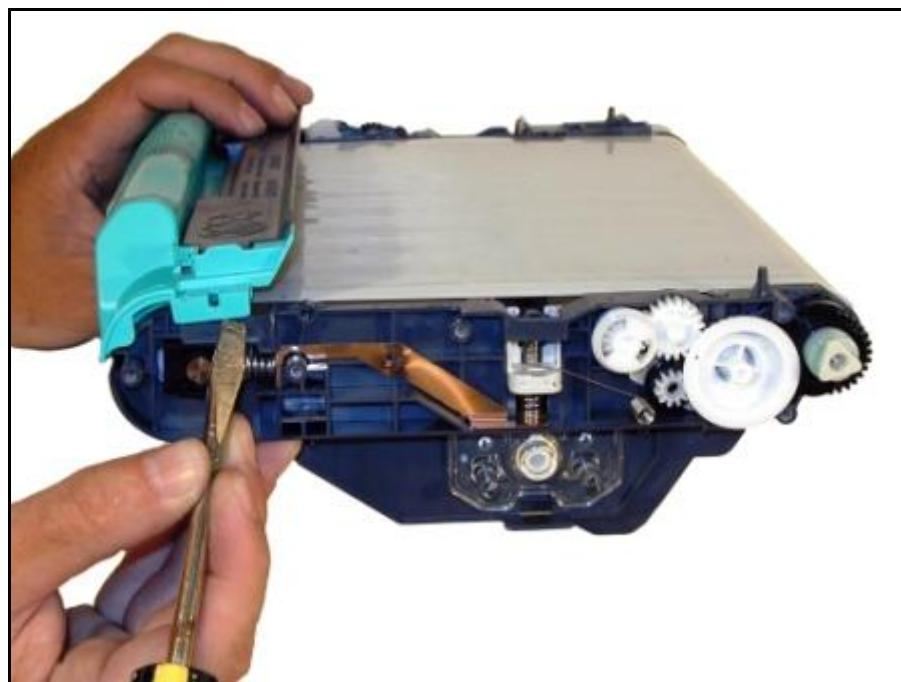

Ilustración 14
10. Presionar hacia arriba las uñas verdes laterales de la manija y retírela. Ilustración 14